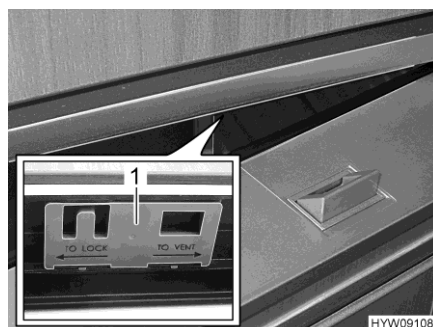

Fig. 124 Porte du réfrigérateur (position de ventilation)
- Pousser le curseur (Fig. 124,1) vers la droite.